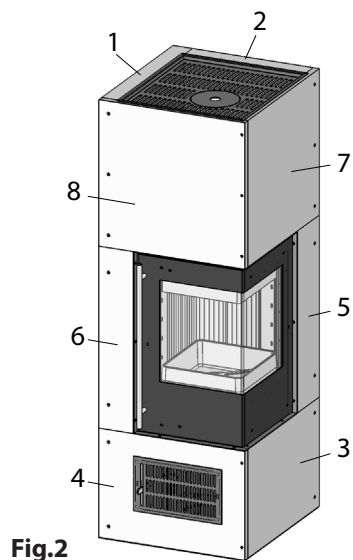

Fig.2
Seuls les panneaux d'isolation de 25 mm d'épaisseur nécessitent des lamages pour les têtes de vis selon diamètre des vis à utiliser. Pour que ces lamages soient correctement positionnés dans les panneaux, les habillages (3-8 Fig.1 et Fig.2) sont représentés ci-après en position de montage avec les cotes des lamages (points gris) pour les butées de porte gauche et droite. Lors du repérage des lamages, alignez-vous sur la position des trous pré-perçés (X).
Remarque importante : Pour le poêle Aracar, la séquence de montage est représentée avec la butée de porte à gauche (voir Fig. 1). Le montage avec la butée de porte à droite se fait en sens inverse (voir Fig. 2).